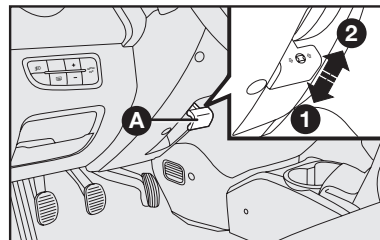

fig. 13
## VOLANTE - fig. 13
- 1) Desplace la palanca **A-fig. 13** hasta la posición **2-fig. 13**.
- 3) Vuelva a poner la palanca en la posición **1-fig. 13** para trabar nuevamente el volante.